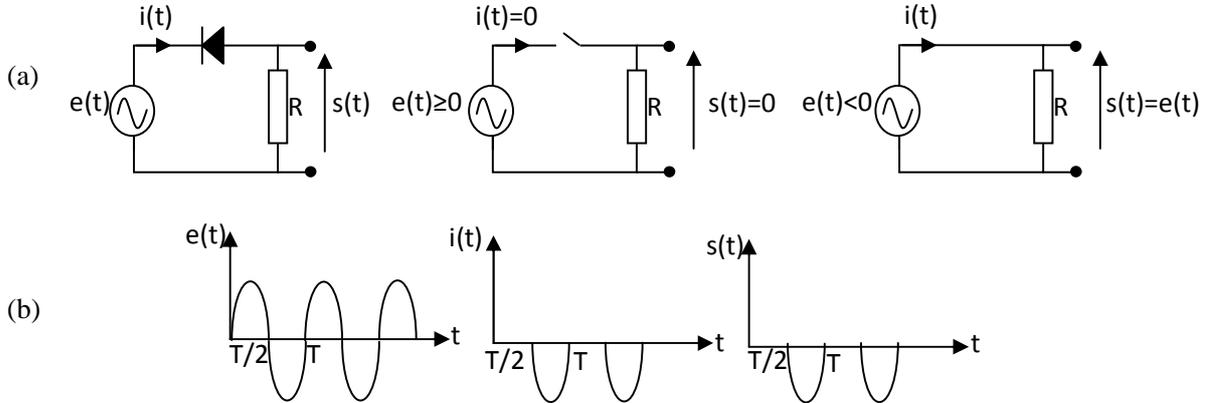

Figure III.16 : Redressement simple alternance (négative) : (a) circuit de base, schéma équivalent (b) chronogramme
- Eliminer la partie positive et à laisser passer que la partie négative d'un signal alternatif (figure III.16)
La figure III.16 montre comment l'alternance négative est supprimée. Alors, on est passé d'un signal bipolaire à un signal unipolaire positif.